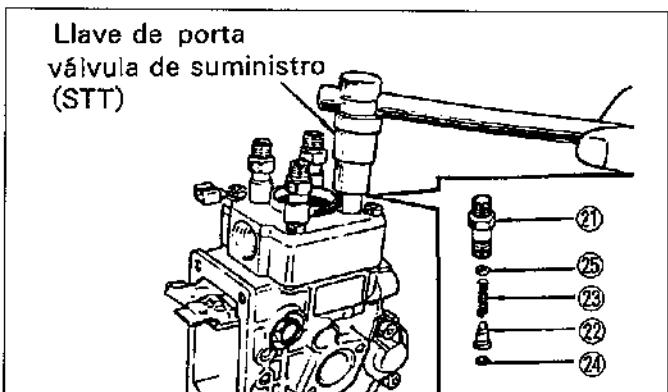

Figura.12-11 Extracción de la válvula de suministro
Extraiga las portaválvulas de suministro ⑮ con la llave de portaválvula de suministro adecuada (STT). Extraiga con cuidado la válvula de suministro ⑯, resorte de válvula de suministro ⑰, empaquetadura de válvula de suministro ⑱ y asiento de resorte de válvula de suministro ⑲. (Vea la figura.12-11)